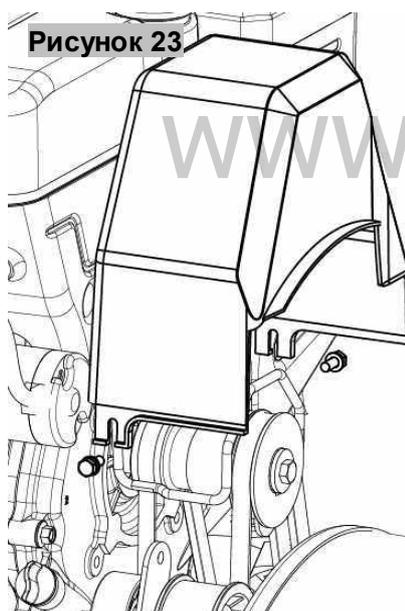

Рисунок 23
1. Снимите кожух ремня в передней части двигателя, открутив два самонарезающих винта. См. рисунок 23.